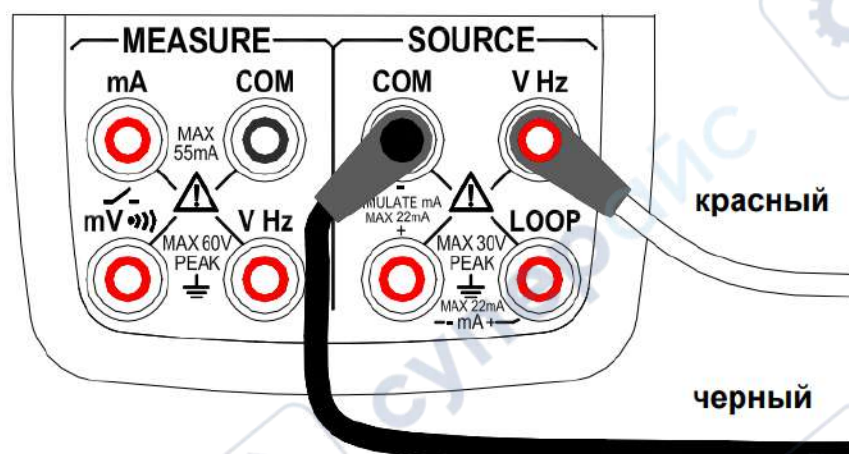

Рисунок 5. Источник постоянного напряжения, частоты, импульса
**Для постоянного напряжения (DC), частоты, импульса (рис. 5)**